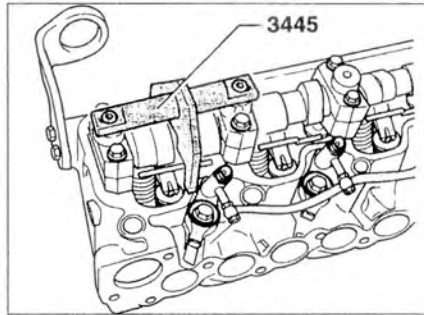

Рис. 4.28. Заблокируйте распределительный вал от вращения, установив блокировочное устройство 3445 на кулачки 4-го цилиндра.
9. Заблокируйте распределительный вал от вращения, установив блокировочное устройство 3445 на кулачки 4-го цилиндра (рис. 4.28).
12. Заблокируйте распределительный вал от вращения, установив блокировочное устройство 3445 на кулачки 4-го цилиндра (рис. 4.28).